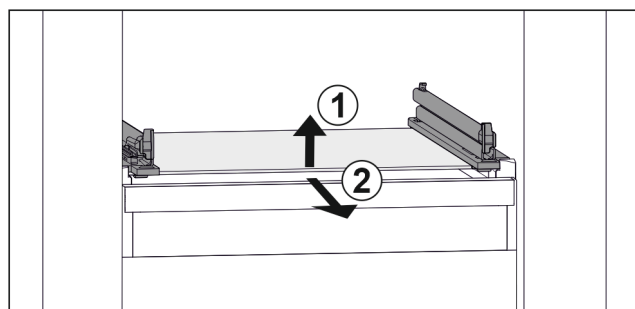

Fig. 72 Beispielhafte Darstellung der Glasplatte
- Glasplatte vorne anheben. Fig. 72 (1)
- Glasplatte nach vorne entnehmen. Fig. 72 (2)